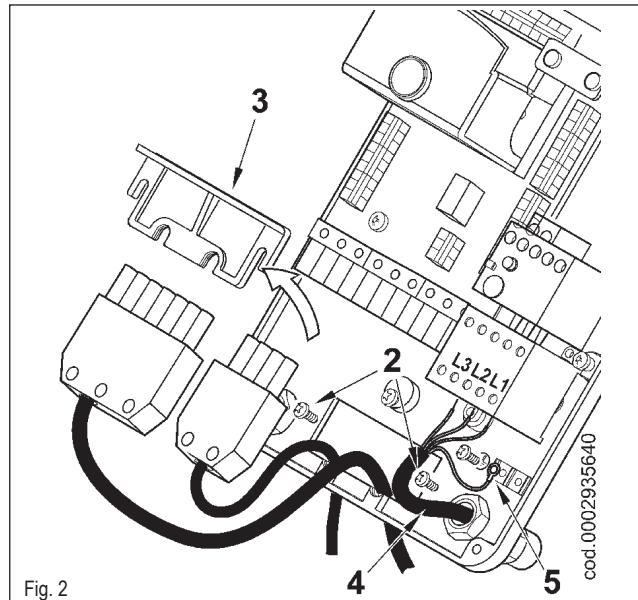

Fig. 2
- Enlever le couvercle en dévissant les 4 vis (1) indiquées sur la figure, sans enlever la porte transparente. Il est alors possible d'accéder au tableau électrique du brûleur.
- Desserrer les vis (2) et, après avoir enlever la plaque de serrage des câbles (3), faire passer à travers l'orifice les deux fiches à 7 et à 4 pôles (voir figure 2). Relier les câbles d'alimentation (4) au télérupteur, fixer le câble de terre (5) et serrer le serre-câble correspondant.